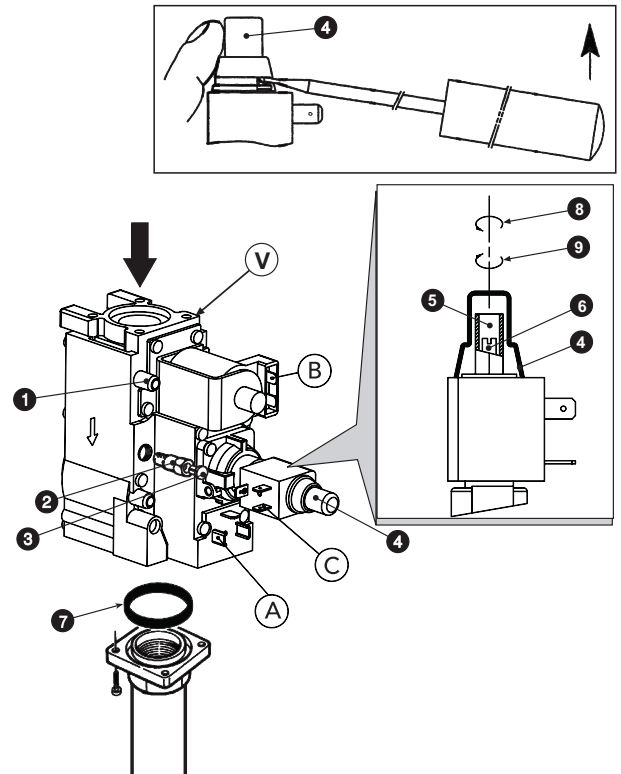

рис. 4 - Перенастройка котла на другой вид газа
Операции регулировки давления должны выполняться при работающем котле с помощью соответствующих регуляторов, установленных на 2-ступенчатых газовых клапанах (см. рис. 4)
3. Снимите защитную крышку регулятора давления 4 на рис. 4.
1. Медленно поверните ручку регулировочного термостата по часовой стрелке до 1-го щелчка; таким образом обеспечивается подача газа в отверстия А и В газового клапана (см. рис. 4).
2. Регулируйте давление с помощью винта 6 на рис. 4 и проверьте его соответствие со значениями, приведенными в таблице технических данных на sez. 5.3.
1. Поверните ручку термостата регулировки до максимума; таким образом обеспечивается подача газа в отверстия А, В и С газового клапана (см. рис. 4).
2. Регулируйте давление с помощью винта 5 на рис. 4 и проверьте его соответствие со значениями, приведенными в таблице технических данных на sez. 5.3.
2. Снимите с газового клапана маленький колпачок 3 (рис. 4), установите на клапан регулятор "STEP" зажигания 2, находящийся в комплекте перенастройки, и наденьте на него колпачок 3.
Осуществляется выполнением описанных выше операций, сняв регулятор зажигания "STEP" 2 на рис. 4 с газового клапана и установив колпачок 3 на рис. 4 непосредственно на клапан.